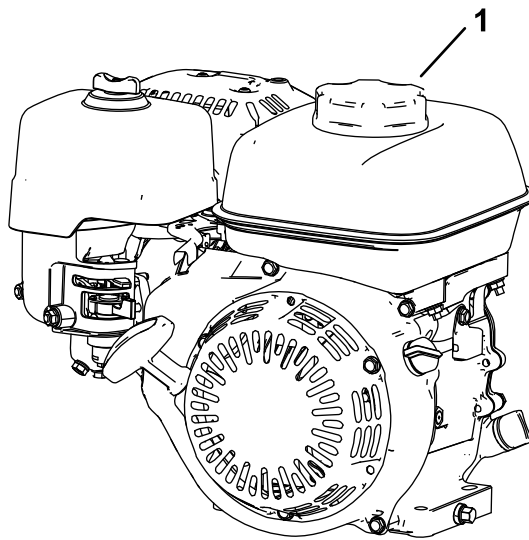

Figura 17
1. Limpe a zona em redor da tampa do depósito de combustível e retire a tampa do depósito (Figura 17). Encha o depósito de combustível até à parte inferior da abertura do tubo do depósito; consulte o *Manual do utilizador* do motor.